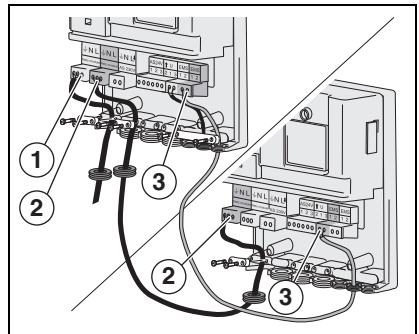

Bild 4 Zwei Module miteinander verbinden, Netzanschluss herstellen
Es ist möglich, mehrere unterschiedliche Module (z.B. EM10 und VM10) miteinander zu verbinden. Um 2 oder mehr Module miteinander zu verbinden, können der Netzanschluss (→ Bild 4, [2]) und der EMS-Anschluss (→ Bild 4, [3]) immer überbrückt werden.
- Schließen Sie den Logamatic RC Temperaturregler am EMS-Anschluss an (→ Bild 4, [3]).
- Schließen Sie den 230 VAC-Netzanschluss an (→ Bild 4, [1] und Bild 4, [1]).